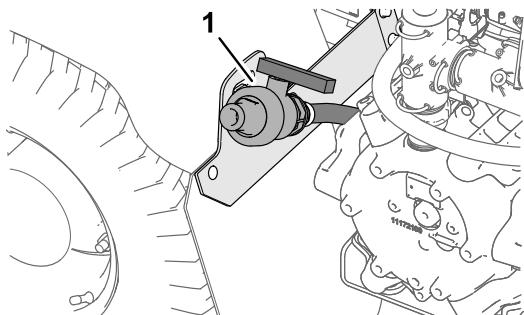

Figura 40
2. Localize a válvula de escoamento do depósito no guarda-lamas traseiro esquerdo da máquina (Figura 40).